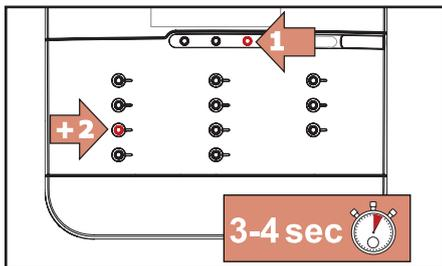

Fig. 5.4 - Entrar no modo de limpeza
1. Primeiro prima PARAR e depois e mantenha-os pressionados simultaneamente 3-4 segundos para entrar no modo de limpeza (Fig. 5.4)
1. Primeiro prima PARAR e depois e mantenha-os premidos simultaneamente 3-4 segundos para entrar no modo de limpeza (Fig. 5.4)